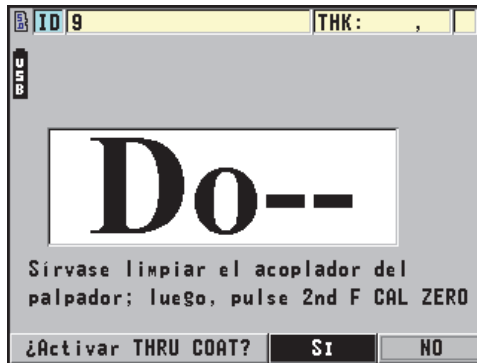

Figura 6-6 Activación de la función THRU -COAT
4. Pulse las teclas **[2nd F]** y **[CAL ZERO]** (**Do ZERO**). Véase la Figura 6-6 en la página 91.